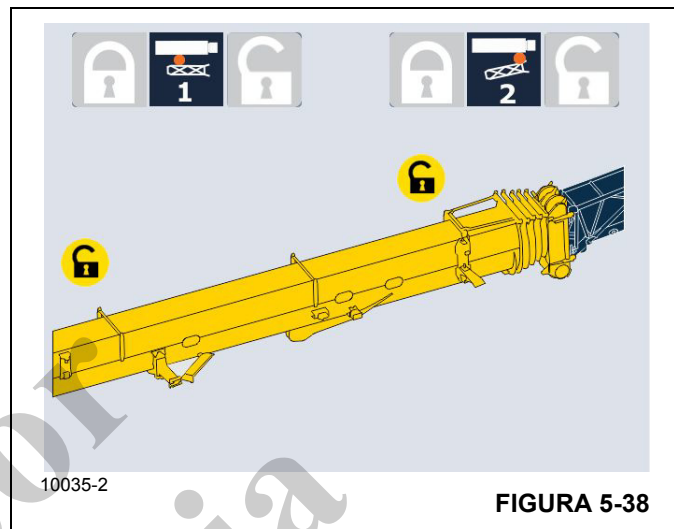

FIGURA 5-38
- d. Gire la tuerca (3) para aliviar la presión a fin de retraer el gato.
14. Asegúrese de que la extensión de la pluma se muestre como elevada en el ODM (Figura 5-38).